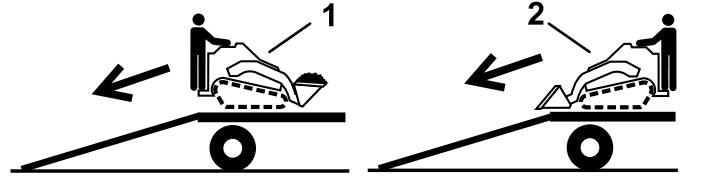

Figura 30
2. Descărcai maina de pe remorcă cu partea cu încărcătură orientată spre rampă în sus i încărcătura în poziie joasă (Figura 30).